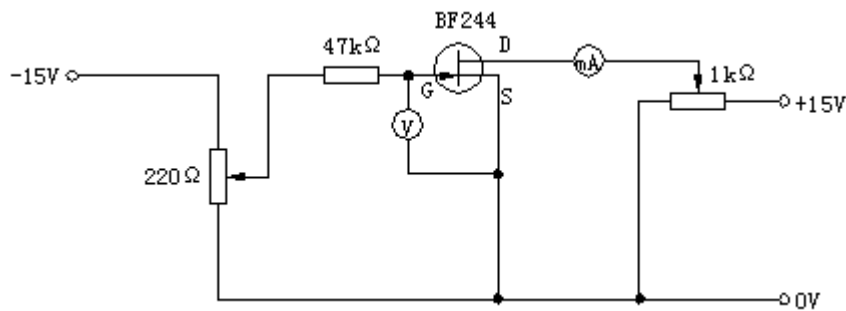

图 2-1
1. 按图 2-1 接线，检查一下电压极性正确与否，并注意测量仪表量程选择是否正确。